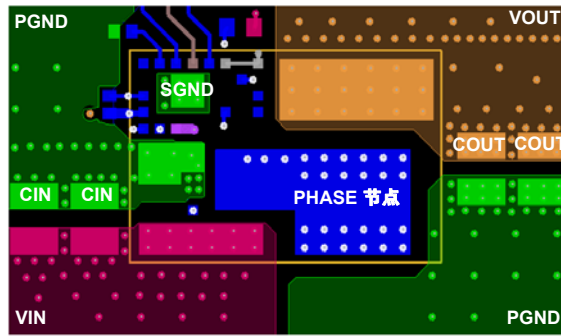

图 46。布局示例 - 顶层
- (1) 将输入电容器和 高频解耦陶瓷电容器放在 VIN 和 PGND 之间、尽可能靠近模块的位置。由输入电容器、VIN 衬垫和 PGND 组成的回路必须尽可能小，以尽量减少高频噪音。应将输出电容器放在尽量靠近负载的位置。使用短宽的铜板将输出电容与负载连接起来，以避免任何寄生感应和电阻。一个说明性的布局示例显示在图 46 和 47 中。
- (2) VIN、VOUT 和 PGND 应该使用大的铜板来减少传导损失和热应力。使用足够的过孔来连接不同层的电源板。
- (3) 使用具有共享 SGND 和 PGND 的内部层（在模块下面）中的完整平面层来简化布局设计。建议使用狭槽（如 28 页上的 48 图所示）来确保开关电流远离模块的 SGND 垫。建议在底层的上层尽可能多的使用 GND 平面（包含诸如输入帽、输出帽等组件）。使用顶部和底部层来传送 EN、VCC 和 PGOOD 信号。
- (4) 对于 300kHz 和 42V 输入的切换频率，从 PH 到 VIN 串联连接一个  $4.02\Omega$  1206 电阻器和 270pF 100V X7R 0603 电容器。为实现超过 300kHz 的切换频率减少电阻器大小。通过公式  $C \cdot V^2 \cdot f$  计算电阻器  $R_5 (P_{cal})$  中损耗的能量，在此，